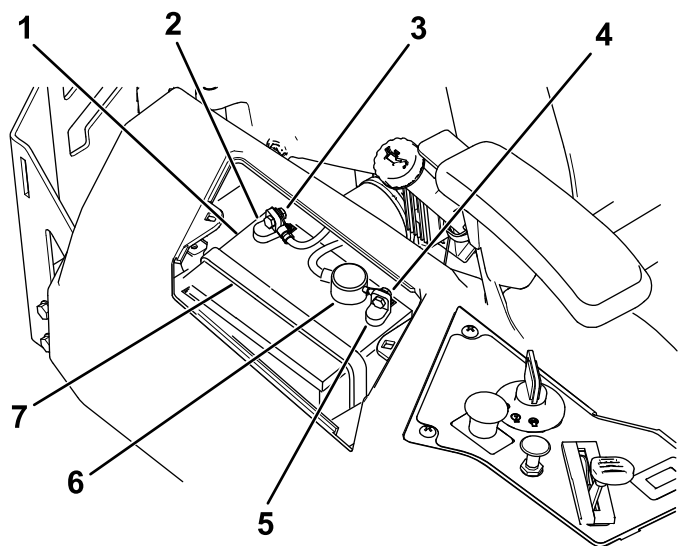

Figure 55
4. Débranchez le câble négatif (noir) de mise à la masse de la borne de la batterie (Figure 55).
6. Débranchez le câble positif (rouge) de la borne de la batterie (Figure 55).
7. Déposez la barrette de maintien de la batterie (Figure 55) et soulevez la batterie de son support.
1. Placez la batterie sur son support (Figure 55).
5. Fixez la batterie en place à l'aide de la barre de maintien (Figure 55).